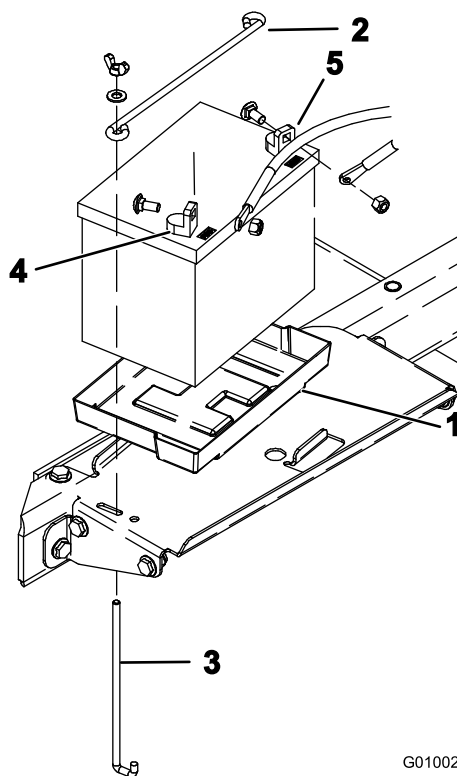

图6
8. 将电池插入电池盒内的托盘内图6以端子向外的方式放置电池。
9. 用电池杆、2 个固定杆、2 个扁平垫圈及 2 个蝶形螺帽将电池固定到电池盒底座图6。
10. 首先使用机架螺栓和螺母将正极接线红色连接到正极+ 电池端子图6 然后使用机架螺栓和螺母将负极接线黑色连接到负极- 电池端子图6。将橡皮套滑动到正极电池端子上防止可能发生的短路情况。